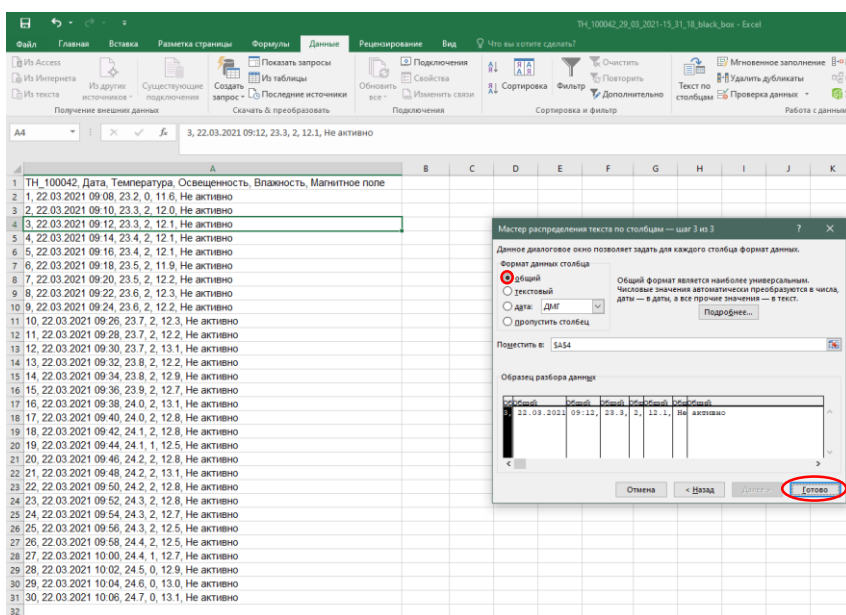

Рисунок 16 – Шаг 3.
- «Формат данных столбца» выбрать «Общий» (рис.16), нажать «Готово».